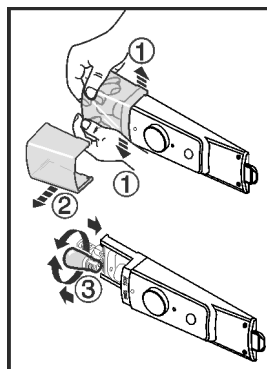

Fig. 10
- ▶ A lámpa fedelét belül, az elülső részen nyomja szét *Fig. 10 (1)*, és húzza oldalra az ábrán látható módon *Fig. 10 (2)*.
- ▶ Cserélje ki a lámpát. *Fig. 10 (3)*